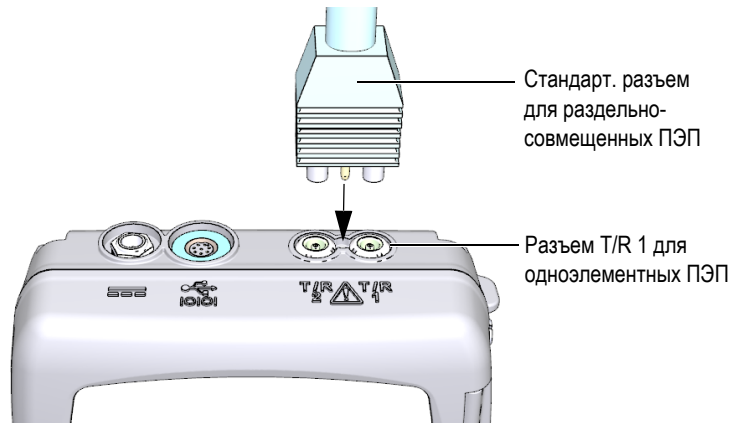

Рис. 5-1 Подключение преобразователя
1. Подключите преобразователь к разъему для преобразователей, расположенному в верхней части прибора 38DL PLUS (см. Рис. 5-1 на стр. 72). Используйте разъем T/R 1 для одноэлементного преобразователя.